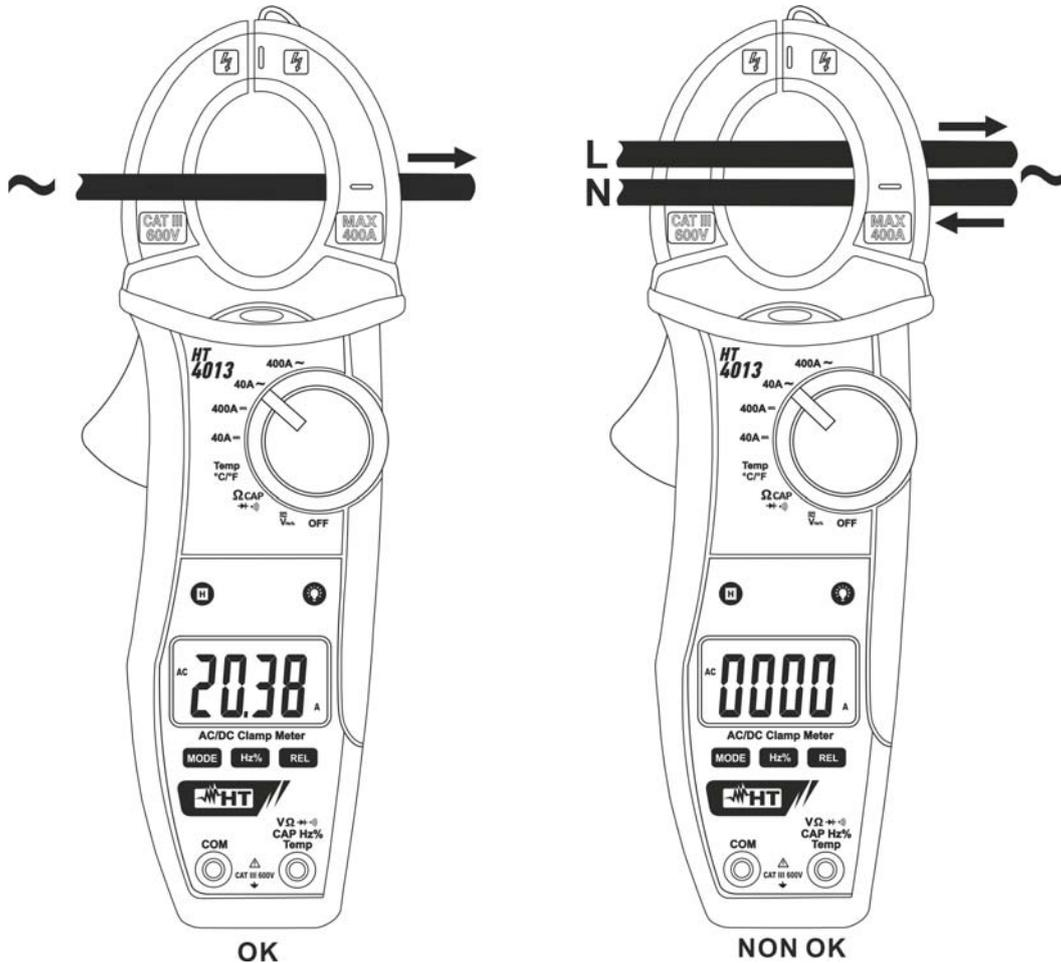

Fig. 10 : Utilisation de la pince pour mesure de courant AC et DC
4. Pour mesure de courant DC vue actuelle de la symbole "-" indique que l'instrument est inséré dans un sens contraire à la direction du courant (voir Fig. 10)